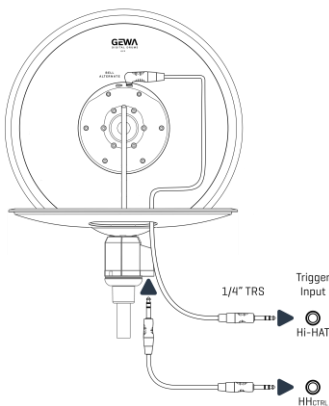

Abbildung 4
- 1 Stecken Sie das Stereokabel (abgewinkelt) gemäß *Abbildung 4* in die Buchse am Top Cymbal „GEWA 3-ZONE“.
- 5 Verbinden Sie den geraden Stecker des Controller Kabels mit der Stereo Buchse des Controllers. (siehe *Abbildung 4*)
- 6 Verbinden Sie die freien Enden der Kabel laut *Abbildung 4* mit den dafür vorgesehenen Trigger-Eingängen ihres Drum Moduls. Die Bezeichnung an Modulen anderer Hersteller kann abweichen, es stehen jedoch im Regelfall zwei Eingänge für Becken und Controller zur Verfügung.